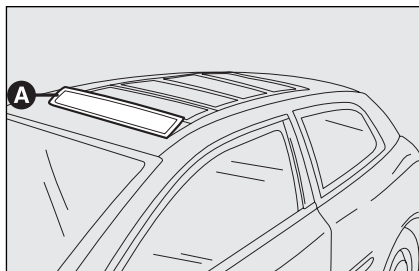

fig. 78
- ☐ Premier déclic de la poignée: mouvement de la première lamelle jusqu'à rejoindre la position **A-fig. 78**; le rideau couissant arrive au fil de la deuxième lamelle.